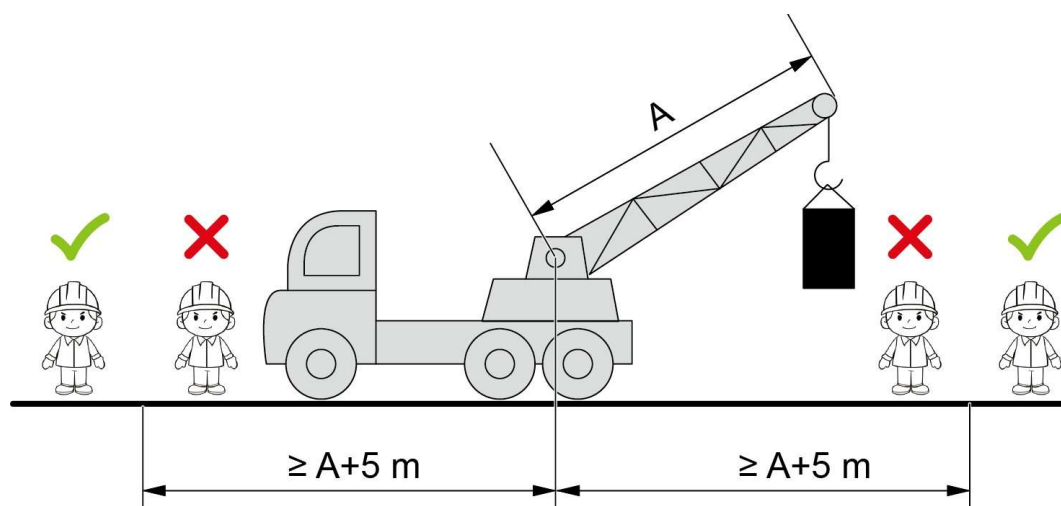

Fig. 3-1 Elevação com guindaste
- É estritamente proibida a entrada de pessoal não autorizado na zona de exclusão. Conforme mostrado na Fig. 3-1, o raio deve ser $R \geq A + 5 \text{ m}$. É estritamente proibido permanecer em pé ou caminhar sob a lança do guindaste ou sob a carga suspensa.